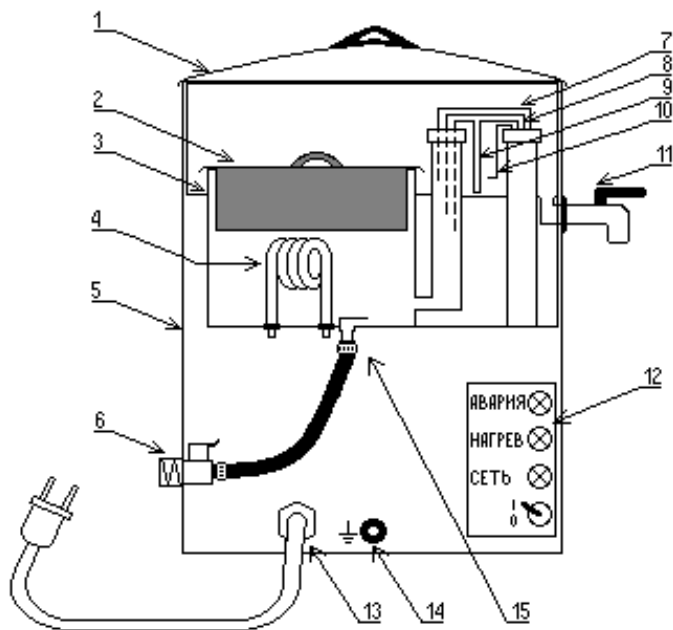

Рис.1 Кипятильник
Принципиальная схема кипятильника соответствует рис.1 и таблице2
Кипятильник (см. рис.1) подключается к однофазной сет 220В\50Гц. О наличии напряжения в аппарате при включении тумблера сигнализирует светодиод зеленого цвета «СЕТЬ». О работе нагревателя (ТЭНа) сигнализирует светодиод желтого цвета «НАГРЕВ». О наличии аварии сигнализирует светодиод красного цвета «АВАРИЯ».
**Перед включением кипятильника проверьте наличие заземления в розетке. Если используется розетка без заземления, то обязательно провод заземления подсоединить к зажиму заземления снаружи корпуса кипятильника между 2-мя гайками и к болту заземления, находящемуся в помещении (рис.1,2)**